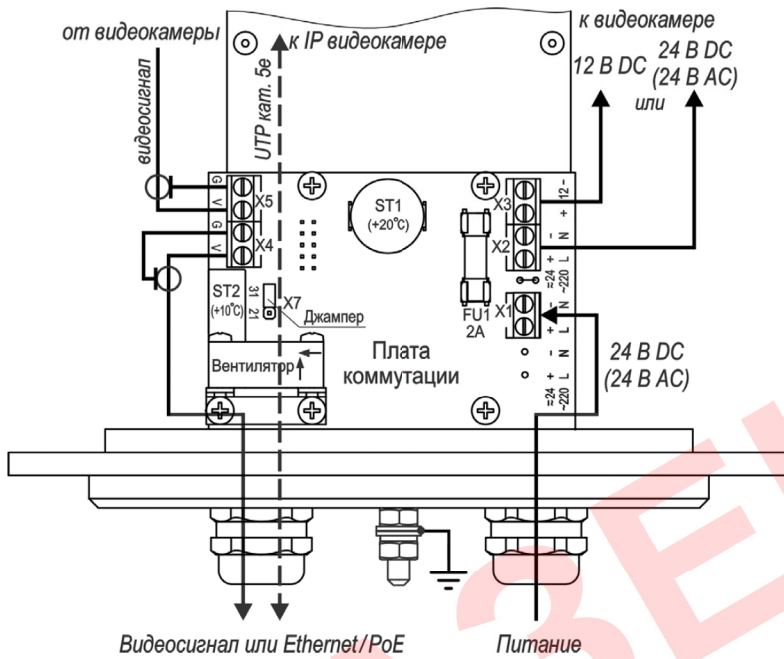
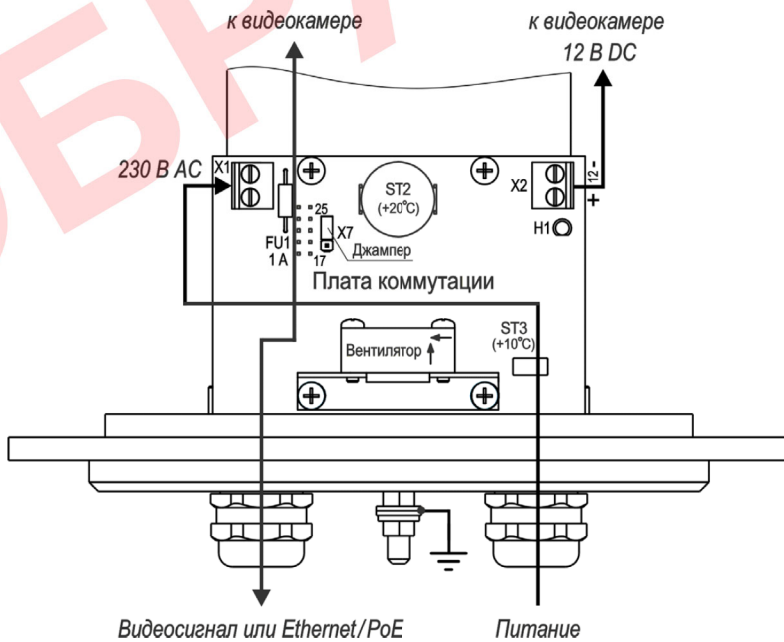

Рисунок 2 – Подключение ТГБ-11-24/12
Рисунок 3 – Подключение ТГБ-11-220/12
* Предприятием-изготовителем в ТГБ-11-24/12, джампер Х4 (Х7) установлен в положение «31» – мощность обогрева 44 Вт, для изменения мощности на 33 Вт джампер необходимо переставить в положение «21» (см. рисунок 2), в ТГБ-11-220/12 джампер Х4 (Х7) установлен в положение «25» – мощность обогрева 44 Вт, для изменения мощности на 33 Вт джампер необходимо переставить в положение «17» (см. рисунок 3).